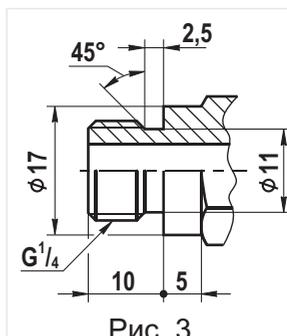

Рис. 3
4.2.9 Для подключения датчиков-реле давления или других устройств или приборов в корпусе клапана предусмотрены отверстия с резьбой G1/4", закрытые заглушками. Рекомендуемая форма конца присоединяемого штуцера, предназначенного для подсоединения датчика-реле давления и вкручиваемого в корпус клапана, приведена на рис. 3. Применяемое для уплотнения соединения - кольцо резиновое 014-017-19 ГОСТ 9833 ($d_{\text{внутр.}}=13,6$ мм; $s=1,9$ мм). Для уплотнения резьбы в месте подключения приборов используйте ленту ФУМ или аналогичный уплотня-